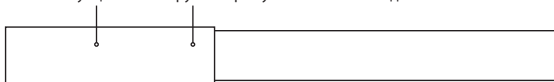

Рис. 17
4.2.5. Надеть термоусаживаемую трубку 19/6 длиной 80 мм поверх наружной оболочки кабеля (см. рис. 16). Усадить ее с помощью воздушного термопистолета горячим воздухом и сразу обжать свободный конец трубки плоскогубцами (см. рис. 17). Температура усадки 250 °С.